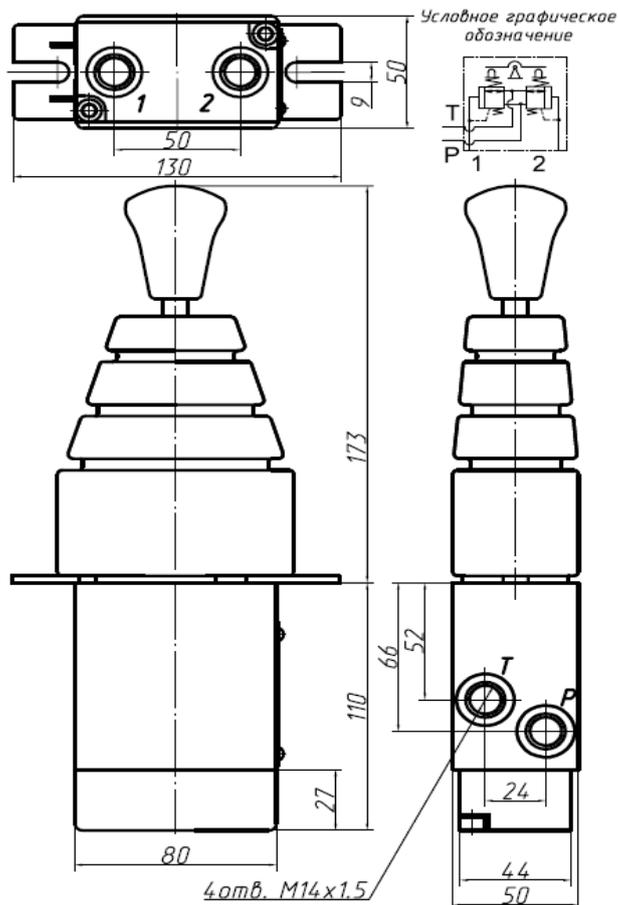

Рисунок 2 – Блок управления 250BHM.100
1.5 Основные габаритные и присоединительные размеры блоков управления, гидравлическая схема, приведены на рис. 2, технические характеристики блоков управления приведены в таблице 1.
1.7.2 В конструкции предусмотрены отверстия для подвода питания «Р» и слива «Т», расположенные на боковой поверхности корпуса, рабочие отводы «1» и «2» расположены снизу в крышке (см. рис. 2).